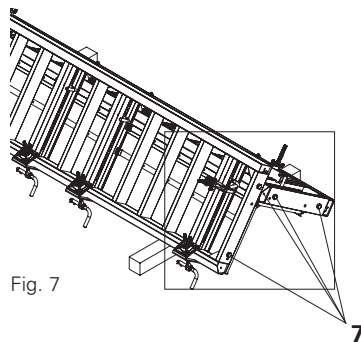

Fig. 7
4. Avvitare le quattro viti (7) nei fori degli elementi dei pilastri. (Fig. 7)